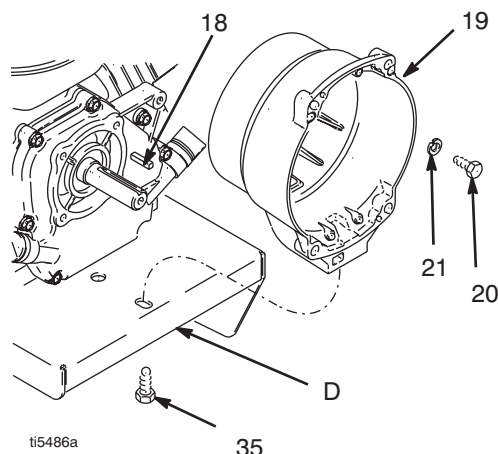

РИС. 11
1. Рис. 11. Отверните четыре винта (20) и шайбу Гровера (21), крепящие картер сцепления (19) к мотору.
2. Удалите болт (35) из-под опорной плиты (D).
3. Выньте картер сцепления (19).
1. Рис. 11. Установите картер сцепления (19).
2. Привинтите четыре винта с колпачком (20) и шайбу Гровера (21) и закрепите картер сцепления (19) к мотору. Затяните до 200 дюйм-фунт (22,6 н./кв.м).
3. Установите болт (35) из-под опорной плиты (D). Затяните до 26 дюйм-фунт (35,2 н./кв.м).